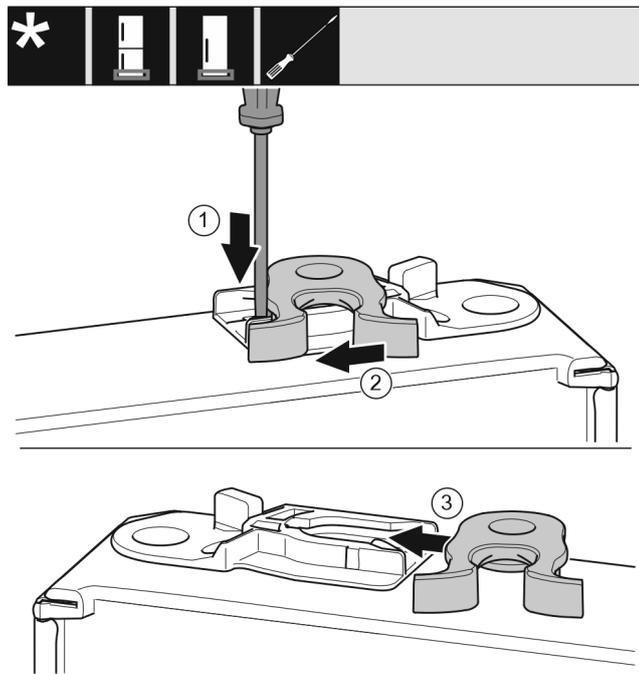

Fig. 20
- ▶ Odvijačem s ravnom glavom pritisnite spojnicu Fig. 20 (1) prema dolje.
- ▶ Izvucite kuku za zatvaranje Fig. 20 (2) iz vodilice.
- ▶ Gurnite kuku za zatvaranje Fig. 20 (3) na drugoj strani u vodilicu.